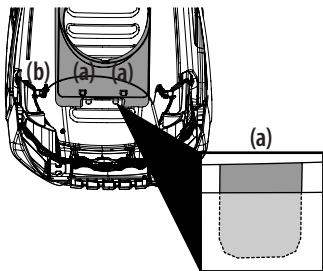

Figure 11
2. Puis, glissez les pattes avant (a) dans le déflecteur. Voir Figure 11.